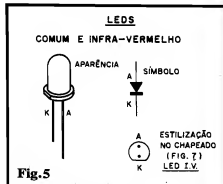

Fig. 5
- FIG. 5 - DETALHES SOBRE O LED INFRA-VERMELHO - A aparência, a pinagem, o símbolo e a estilização adotada para o chapeado da montagem, tudo isso referente ao LED infra-vermelho solicitado na LISTA DE PEÇAS... Observem que, externamente, o tal LED se parece muito com um LED comum, do tipo com encapsulamento incolor... Entretanto, o tipo (espectro ou Frequência...) da radiação luminosa emitida pelo TIL32 ou TIL38 não é visível! Não há brilho aparente, nem cor luminosa se manifestando quando o dito cujo está "aceso"... No mais, tanto em parâmetros, quanto em aparência, pinagem e princípios de funcionamento, um LED infra-vermelho nada difere dos seus "primos" que emitem luz visível...